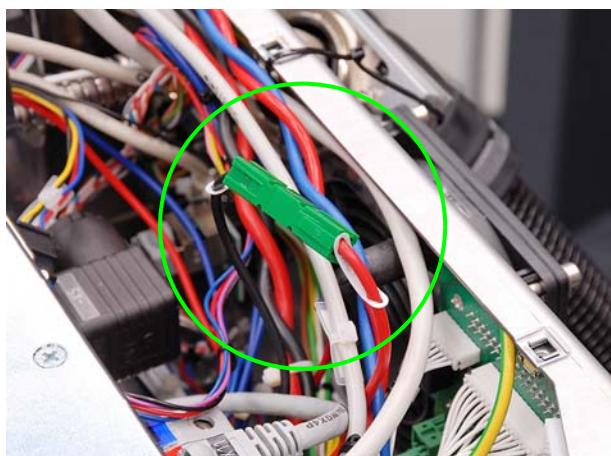

Abbildung 7.157 Kurzschlußbrücke
2. Diodenmodul mit Hilfe der Kurzschlußbrücke (Abbildung 7.157) kurzschließen.